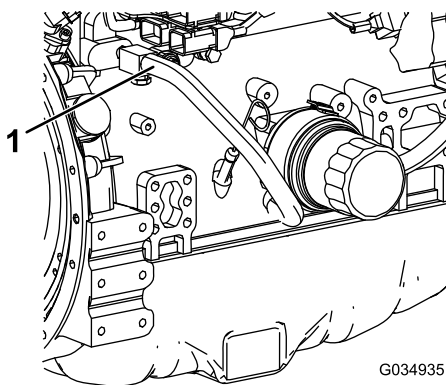

Figure 123
7. Débranchez le flexible de liquide de refroidissement du refroidisseur d'huile moteur (Figure 123).